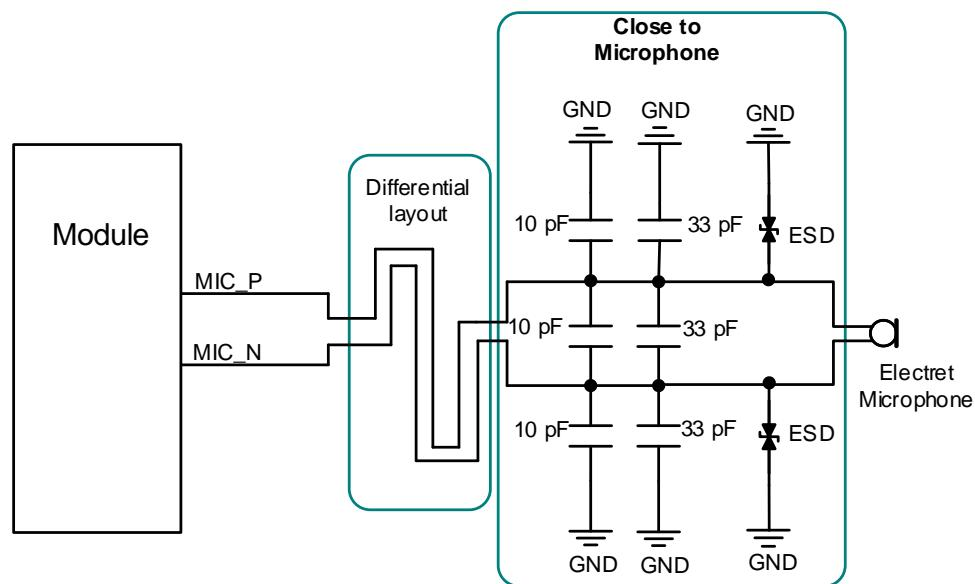

图 26：不带偏置电路麦克风接口参考电路图
- 若选择不带 GNSS 功能的模块，则无需增加外部麦克风偏置电路，此时模块支持双 USIM 卡功能。可参考图 26 来设计麦克风接口电路。